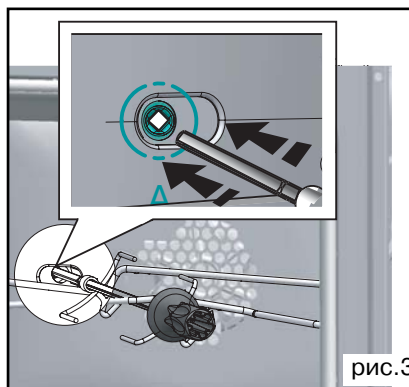

рис. 3
• Многофункциональный противень 45 мм. Скользящий выдвижной механизм, для полного выдвижения противня из духового шкафа (рис. 3).
- слегка нажмите, чтобы зафиксировать конец вертела в квадратном хвостовике, расположенном на задней стенке рабочей камеры печи (рис. 3).